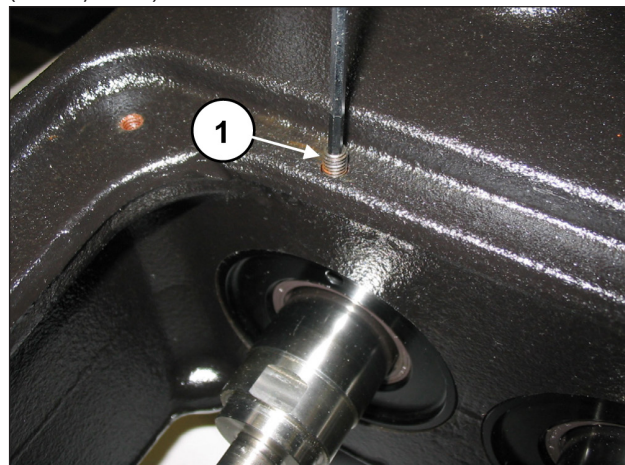

Рис. 2
Открутите крепежные штифты М6 трех крышек сальника (поз. ①, Рис. 2).